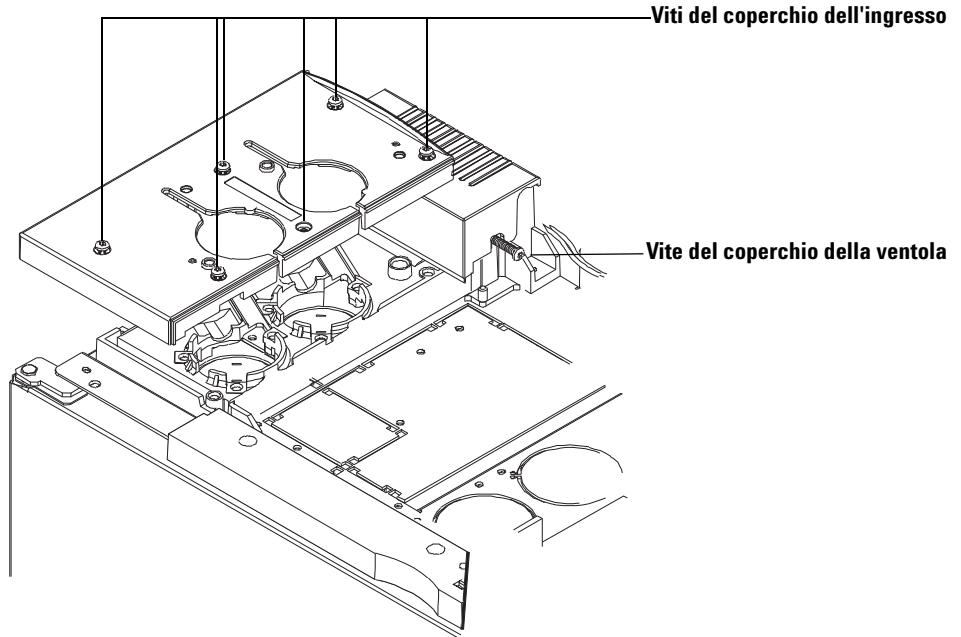

Figura 2 Rimozione del coperchio della porta di iniezione e del coperchio della ventola dell'ingresso (GC serie 6890)
- 1 Allentare la vite Torx T-20 sulla destra del coperchio della ventola. Vedere la Figura 2 a pagina 33 per l'ubicazione della vite.
- 1 Allentare completamente le sei viti Torx T-20 sulla sommità del coperchio (Figura 2).